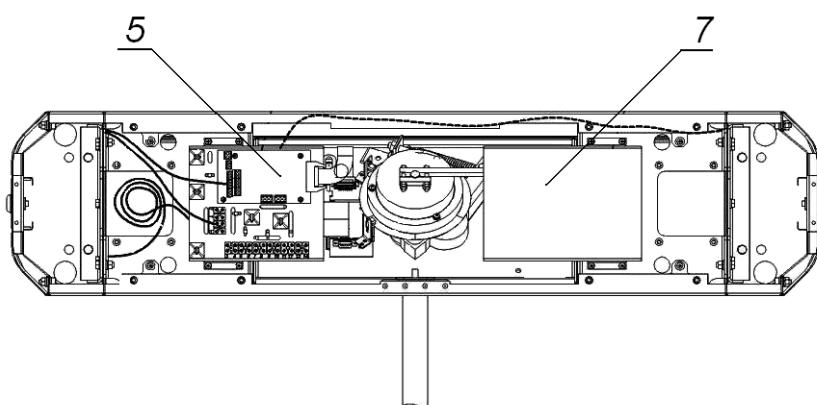

Рисунок 11. Схема прокладки кабелей в стойке турникета:
- 8 Подключите кабель питания (14) к выносной клеммной колодке **X1.1** (см. рис. 11). Подключите кабель (13) ПДУ (12) к клеммной колодке **XT1.L** на плате управления (см. рис. 5). Подключите при необходимости кабели от других устройств к соответствующим клеммным колодкам платы управления (см. рис. 5 и рис. 11).
- 9 Проверьте правильность и надежность всех электрических подключений. При помощи самоклеящихся площадок и стяжек из комплекта поставки закрепите все кабели. После подключения всех кабелей и закрепления стойки на полу установите на место крышку (3) (см. разд. 6) и боковые заглушки (10) в порядке, обратном снятию.
- 10 Для установки в рабочее положение преграждающих планок снимите с поворотного механизма крышку (6), отвернув винт M4×25. Отверните болт M8×30, установленный на преграждающей планке (5). Установите преграждающую планку в соответствующее посадочное место и зафиксируйте болтом. Под головку болта установите пружинную шайбу. Затяжка болтов должна обеспечивать надежную фиксацию преграждающей планки (без люфта).
- 11 Повторите операции при установке остальных преграждающих планок. Установите в рабочее положение крышку (6), закрепив ее винтом.
Подключение контроллера к плате управления турникета производится в соответствии с рис. 11.
Передача данных от считывателей осуществляется по интерфейсу *Wiegand*. Подключение считывателей к контроллеру СКУД необходимо производить экранированным кабелем в соответствии с рис. 11. Линии данных от считывателей выведены на контакты выносной клеммной колодки **X1.2** (см. рис. 11 и табл. 3).
* Линии управления светодиодной индикацией считывателей при производстве подключены к клеммным колодкам **XT4**, **XT5** платы управления (см. рис. 11). Для осуществления внешнего управления индикацией от контроллера СКУД необходимо отключить синие и желтые провода считывателей от разъемов **XT4**, **XT5** платы управления, и подключить их к соответствующим контактам выносной клеммной колодки **X1.2**.